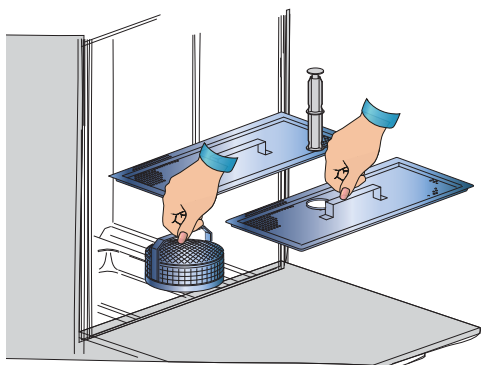

Fig. 1
- Controllare che il filtro aspirazione pompa sia ben alloggiato nella propria sede sul fondo della vasca (vedi fig. 1).
- Inserire il tubo di troppopieno nell'apposita sede all'interno del filtro aspirazione pompa (vedi fig. 1).
- Inserire i filtri di superficie (vedi fig. 1).